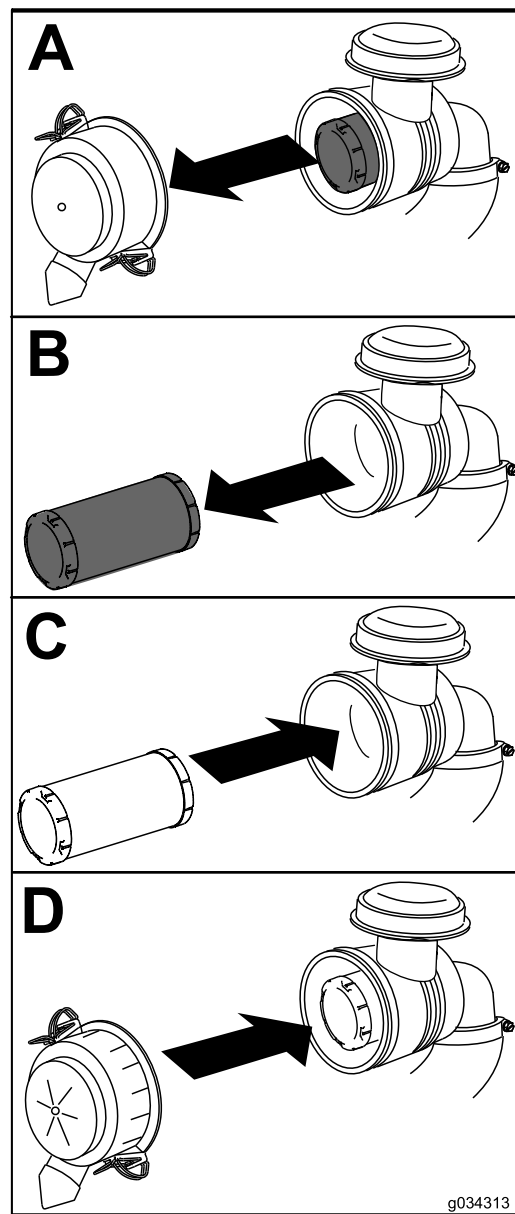

图 36
1. 将空气滤芯轻轻从空气滤清器壳体中滑出 图 36。
4. 安装空气滤清器盖标有“UP”的一侧朝上用门锁固定 图 36。